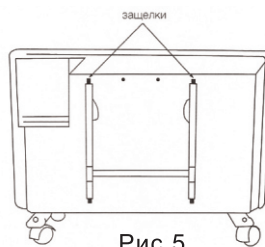

Рис.5
- нажмите на защелки и потяните кронштейн на себя нажав вниз на две защелки (рис.5);